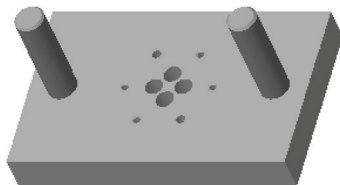

图 11-64 镜像元件
STEP 04 选择“ASM_RIGHT”基准平面为参考平面,单击“确定”按钮,即可镜像元件,效果如图 11-64 所示。